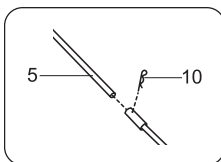

рис. 7
Совместите отверстия на ручке (5) с отверстиями на штоке поворота выпускного желоба. Вставьте штифт (10) (рис. 7).